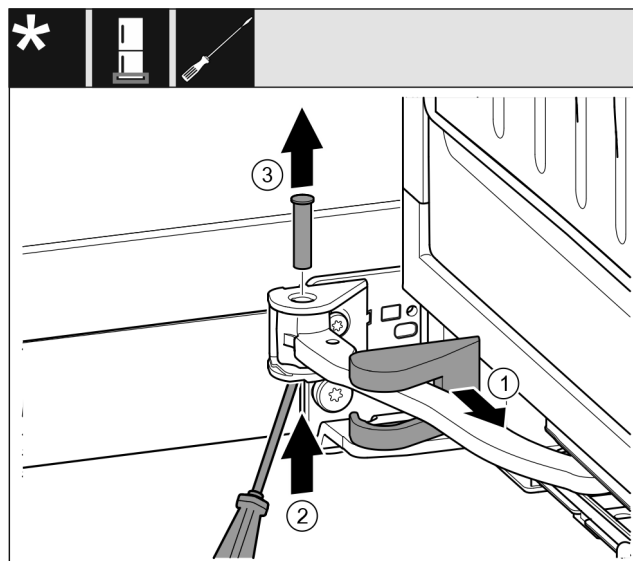

Fig. 18
- ▶ Húzza le a csapágybak fedelét Fig. 18 (1), és tolja el a csukló mentén.
- ▶ Csavarhúzóval emelje fel letről a csapszeget Fig. 18 (2).
- ▶ Húzza ki felülről a csapszeget Fig. 18 (3).